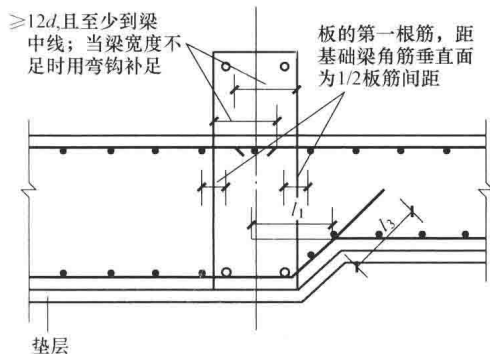

图 1-20 构造图
(1) 梁板式筏形基础上平下不平。构造图如图 1-20 所示。